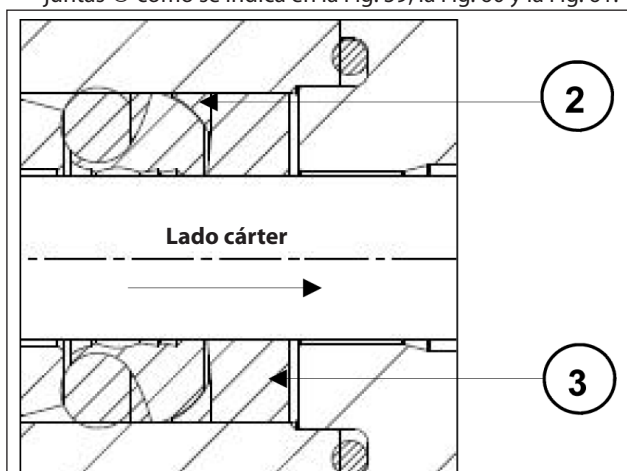

Fig. 61
- Introducir la anilla anti-extrusora ② y el casquillo de las juntas ③ como se indica en la Fig. 59, la Fig. 60 y la Fig. 61.
El casquillo de las juntas ③ se ha de introducir en la camisa con las descargas orientadas hacia el exterior (lado cárter) como se indica en la Fig. 60 y la Fig. 61.